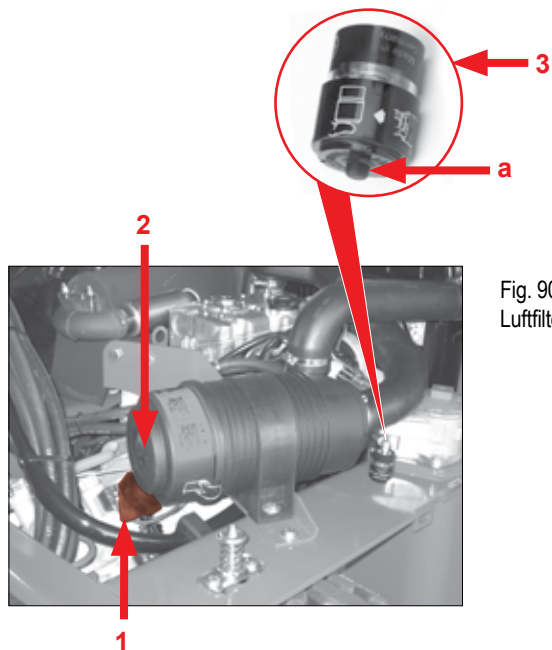
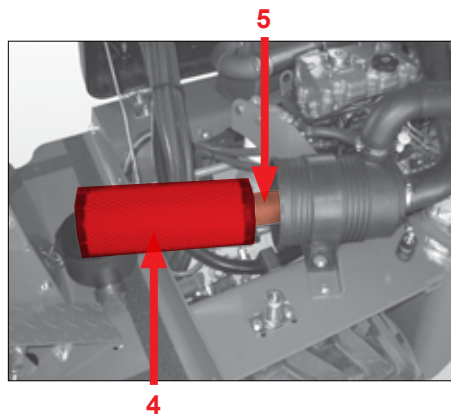

Fig. 90
Fig. 91
Kontrollér, at udgangsslidsen på støvventilen pos. 1 (Fig. 90) er fri. Fjern støvaflejringer ved at trykke ventilen sammen.
- ▶ Rengør eller udskift hovedfilterelementet pos. 4 (Fig. 91) under eftersynene eller mellem eftersynsintervallerne, hvis det røde dæksel er synligt i skueglasset i servicedisplayet pos. 3 (Fig. 90)!
- ▶ Tryk på knappen pos. a (Fig. 90) for at resette displayet!
1. Løsn lukningerne på dækslet pos. 2 (Fig. 90), og tag dækslet af.
2. Tag hovedfilterelementet af pos. 4 (Fig. 91). Sikkerhedsfilterelementet afmonteres ikke.
Hvis det under vedligeholdelsen af tørluftfilteret står klart, at der er udført en vedligeholdelsesfejl, eller at hovedfilterelementet er beskadiget, skal sikkerhedsfilterelementet pos. 5 (Fig. 91) udskiftes.
1. Løsn de tre lukninger på dækslet pos. 2 (Fig. 90).
2. Tag dækslet pos. 2 (Fig. 90) af.
3. Tag hovedfilterelementet af pos. 4 (Fig. 91).
4. Tag sikkerhedsfilterelementet af pos. 5 (Fig. 91).